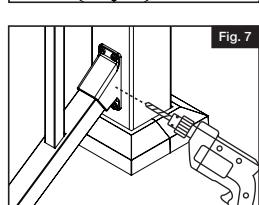

Fig. 6
- Empujar los tornillos a través de la placa de poste y fijar una placa inferior adicional por debajo de la superficie de la plataforma (Fig. 6). Los postes se pueden nivelar según sea necesario mediante el uso de cuñas.
Con una broca de $\frac{1}{8}$ ", taladrar el soporte superior del barandal hacia el poste de escalera superior (Fig. 6).